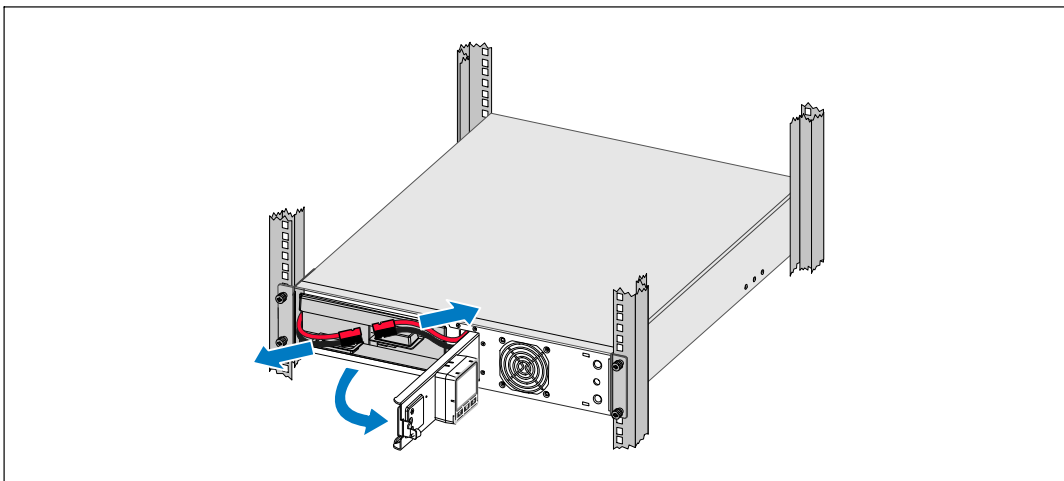

Abbildung 36. Trennen der Anschlüsse der internen Batterie
- 5 Klemmen Sie die Anschlüsse der internen Batterie ab (siehe Abbildung 36).